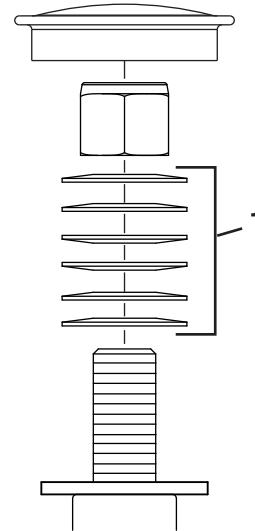

Figura 87
3. Retire el tapón guardapolvo de la rueda giratoria y apriete la contratuerca (Figura 87).
4. Apriete la contratuerca hasta que las arandelas de muelle estén planas, luego afloje  $\frac{1}{4}$  de vuelta para establecer la pre-carga correcta de los cojinetes (Figura 87).
**Importante:** Asegúrese de que las arandelas de muelle están correctamente instaladas, según se muestra en Figura 87.
5. Coloque el tapón anti-polvo (Figura 87).